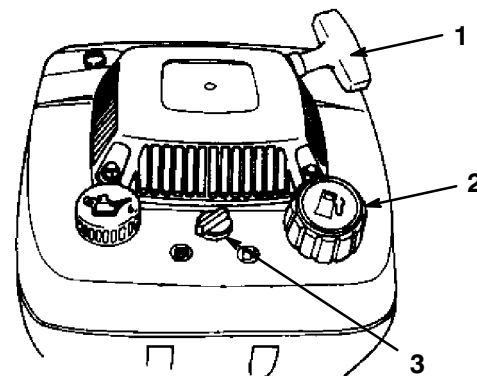

Bild 7
1. Reinigen Sie den Bereich um den Kraftstofftankdeckel (Bild 7).
2. Öffnen Sie den Kraftstoffhahn (Bild 7).
5. Ziehen Sie leicht am Startergriff (Bild 7), bis Sie einen Widerstand spüren. Ziehen Sie ihn dann kräftig durch.